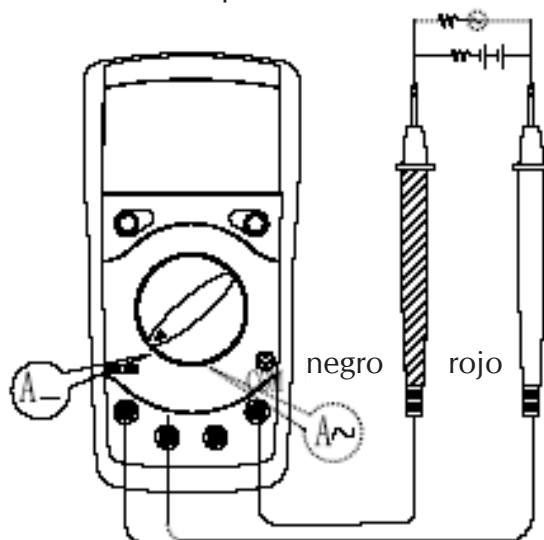

figura 4
D. MEDICION DE CORRIENTE AC (VEA FIGURA 4)